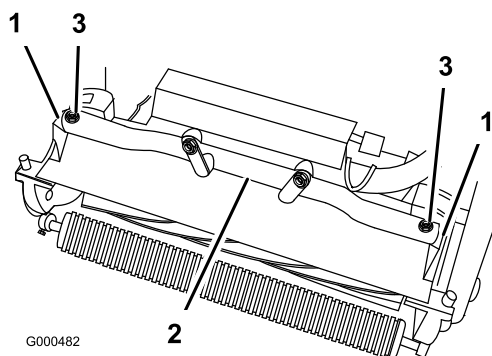

Figure 47
4. Retirez les (2) boulons de fixation des bras de pivot du plateau de coupe au tube du bâti du groupe de déplacement (Figure 47).
5. Tournez les bras de pivot vers l'avant (Figure 47) et appuyez le groupe de déplacement sur la béquille bloquée.